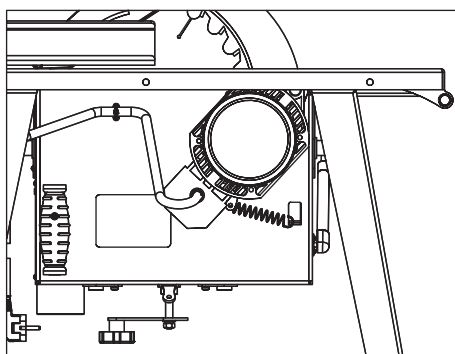

Рисунок 12. Пружина натяжения ремня
- снять пружину натяжения ремня со стороны двигателя (рис. 12);